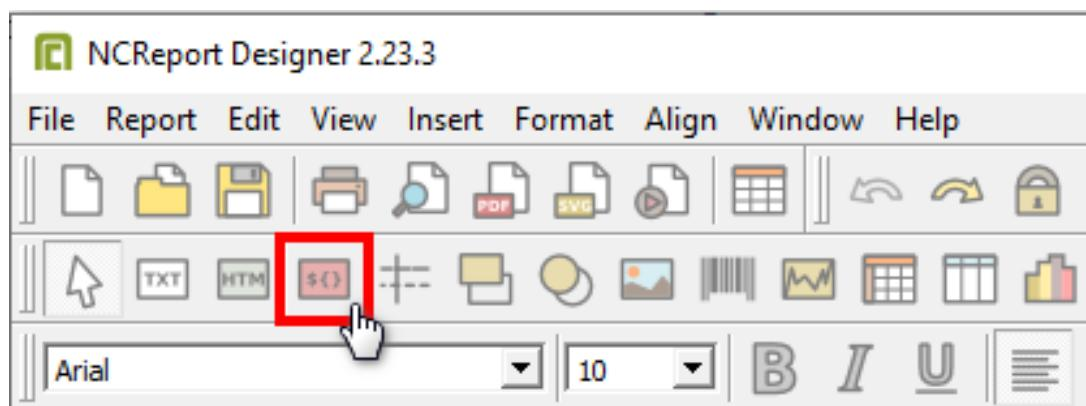

Рисунок 153 - Инструмент Field
- Выберите инструмент Field (Рисунок 153).